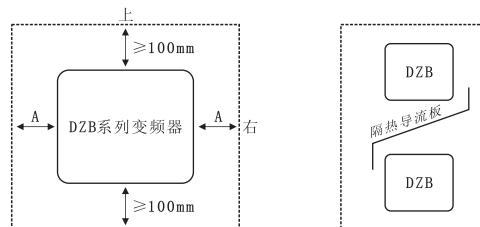

图3-1 DZB系列变频器安装示意图
1) 请垂直安装变频器, 便于热量向上散发。但不能倒置。若柜内有较多变频器时, 最好是并排安装。在需要上下安装的场合, 请参考图3-1的示意图, 安装隔热流板。
2) 安装空间照图3-1所示。保证变频器的散热空间。但布置时请考虑柜内其他器件的散热情况。